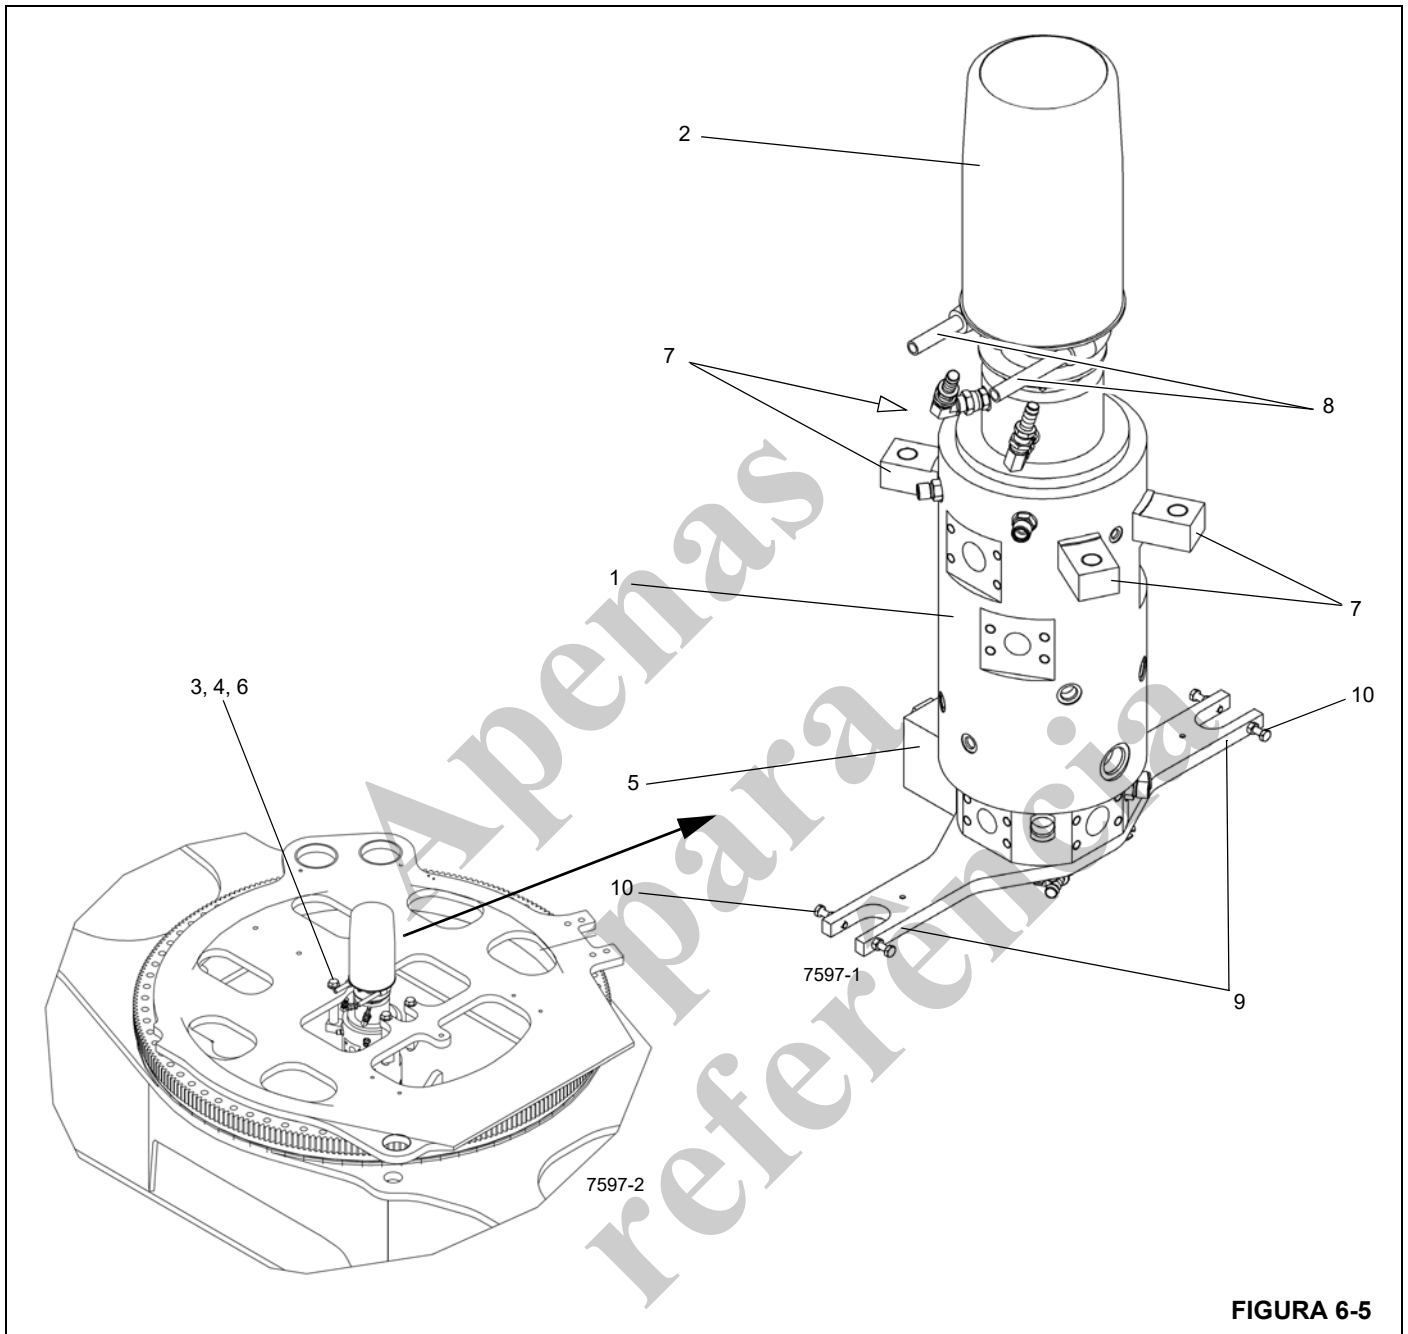

FIGURA 6-5
O conjunto da rótula hidráulica consiste em 14 entradas, ar condicionado, rótula de água e conjunto de anéis deslizantes de 46 condutores (2) (Figura 6-5). Conexões sólidas não podem ser usadas para transferir óleo, água quente do aquecedor e eletricidade entre o transportador e a superestrutura devido ao giro contínuo de 360 graus. O uso de rótulas executa eficientemente essas funções.
A porção do tambor da rótula hidráulica é conectada à placa da base da plataforma rotativa com quatro parafusos (3), arruelas (4) e buchas (6) (Figura 6-5), que se conectam aos olhais de montagem (7) na caixa. A porção do carretel da rótula desliza em um anel de empuxo na parte superior da caixa da rótula. A porção do carretel é mantida estacionária em relação ao transportador por parafusos e pelas placas de retenção de parafusos conectados à placa de retenção da rótula (9), que engatam os olhais da estrutura do transportador nos parafusos e nas contraporcas (10). Isto permite que